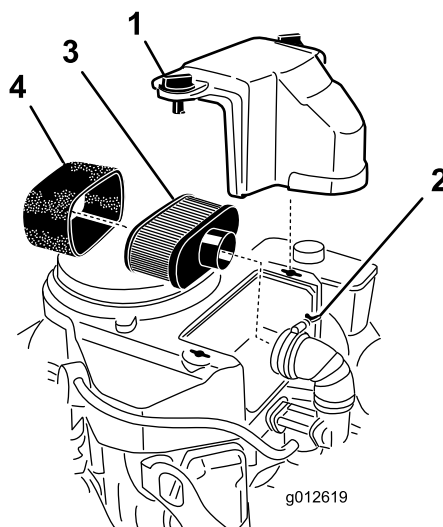

Figure 28
3. Nettoyez la surface autour du filtre à air pour éviter que des impuretés n'endommagent le moteur en tombant à l'intérieur (Figure 28).
4. Desserrez les boutons du couvercle et déposez le couvercle du filtre à air (Figure 28).
5. Desserrez le collier et déposez le filtre à air (Figure 28).
6. Sortez délicatement l'élément en mousse de l'élément en papier (Figure 28).
1. Nettoyez l'élément en papier en le tapotant pour faire tomber la poussière. Remplacez-le s'il est très encrassé (Figure 28).
1. Glissez délicatement l'élément en mousse sur l'élément en papier (Figure 28).
2. Posez le filtre à air complet sur sa base ou sur le flexible et fixez-le en position (Figure 28).
3. Mettez le couvercle du filtre en place et serrez les boutons (Figure 28).